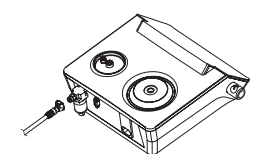

Figura 8. Esquema de la instalación del suministro de aire exterior
- 2.6.2 Enchufe el conector del tubo de aire externo en el conector de entrada de aire de la parte posterior de la unidad principal (como se muestra en la figura 8).